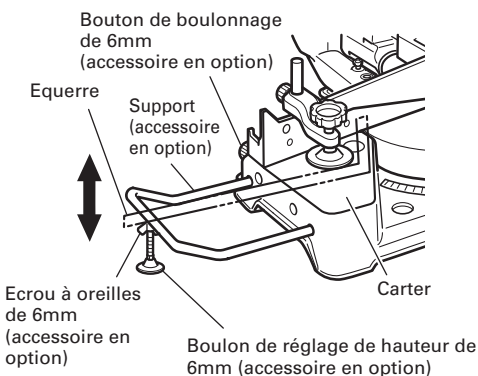

Fig. 13
- (1) Comme indiqué à la Fig. 13, utiliser une équerre en acier pour aligner le bord supérieur des supports sur la surface du socle. Desserrer l'écrou à oreilles de 6mm. Tourner un boulon de réglage de hauteur de 6mm, et régler la hauteur du support.
- (2) Après le réglage, serrer fermement l'écrou à oreilles et fixer le support avec la vis moletée de 6 mm (accessoire en option). Si la longueur du boulon de réglage de la hauteur de 6 mm est insuffisante, insérer une plaque mince dessous. S'assurer que l'extrémité du boulon de réglage de la hauteur de 6 mm ne dépasse pas du support.